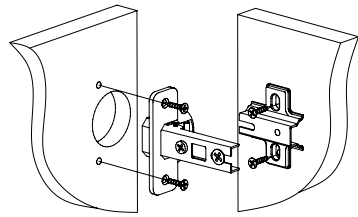

Рис.2
2. При помощи шурупов 3,5x16 установить петли на деталь 8 и ответные планки петель на откидную крышку 9 (Рис. 2).